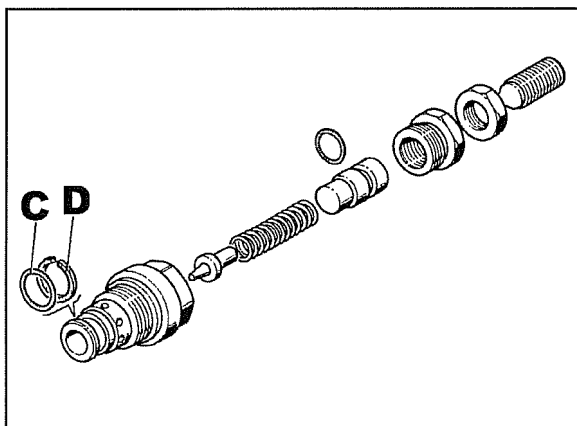

Fig. 15
- 21 Desenroscar a válvula do grupo de electroválvulas e desmontá-la como ilustrado na fig. 15.
Controlar a integridade dos anéis de vedação **C-D** fig. 15, se necessário, substituí-los. Lavar e assoprar todos os componentes a fim de eliminar qualquer traço de sujeira.